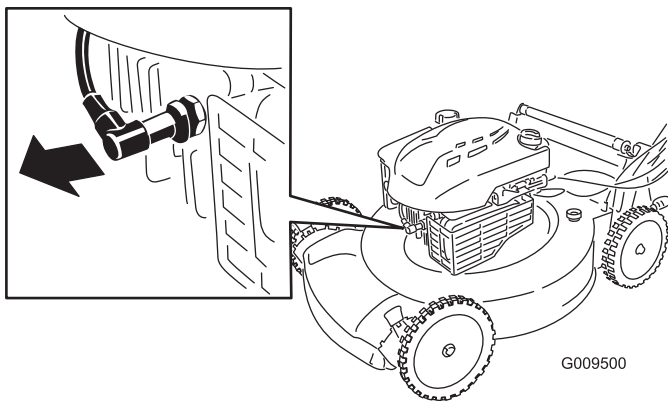

Bild 25
2. Ziehen Sie das Zündkabel von der Zündkerze (**Bild 25**) ab, bevor Sie Wartungsarbeiten ausführen.